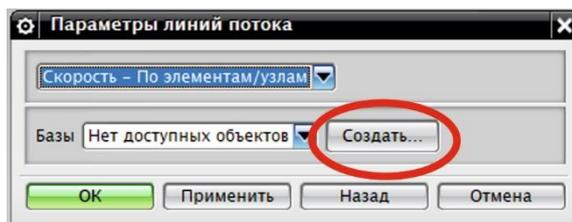

Рис. 1.22. Параметры линий потока
19. Для визуализации движения пузырьков в температурной цветовой шкале по линиям потока выполните следующие действия. Сделайте двойной щелчок на пункте «Скорость» окна «Навигатор постпроцессора». Линии потока строятся только по скорости. В окне «Вид постпроцессора» установите пункт «Показать на» в режим «Объем» и нажмите кнопку «Применить». В этом же окне поменяйте пункт «ISO-линия» на «Линии потока» и нажмите кнопку «Опции». В окне «Параметры линий потока» (рис. 1.22) нажмите кнопку «Создать».